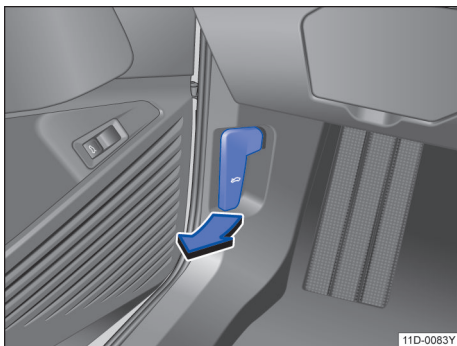

图 154 驾驶员侧脚部空间：前舱盖解锁手柄
- 在车内沿图示箭头方向拉动前舱盖解锁手柄→图 154，前舱盖会在弹簧机构的作用下稍稍弹开。